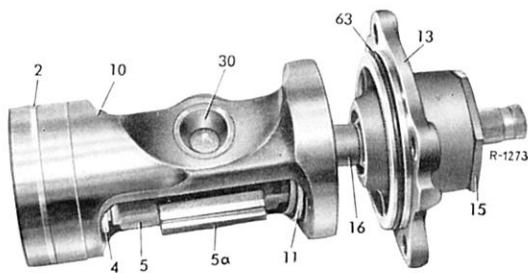

Bild 46–24/54
68 Zusammenbau Arbeitskolben, Lenkmutter, Lenkschnecke und Lagerdeckel in das Lenkgehäuse einsetzen (Bild 46–24/54).
69 Arbeitskolben (10) und Lenkmutter im Lenkgehäuse so stellen, daß die Bohrung für die Büchse des Steuerschiebers im Lenkgehäuse frei ist (Bild 46–24/55).
70 Büchse in das Lenkgehäuse einschieben, so daß die beiden Nasen der Büchse oben sind und quer zum Lenkgehäuse stehen. Die Büchse kann mit dem oberen Gehäusedeckel ausgerichtet werden. Das Lineal der Lenkmutter in die Aussparung der Büchse einführen (siehe Bild 46–24/55).